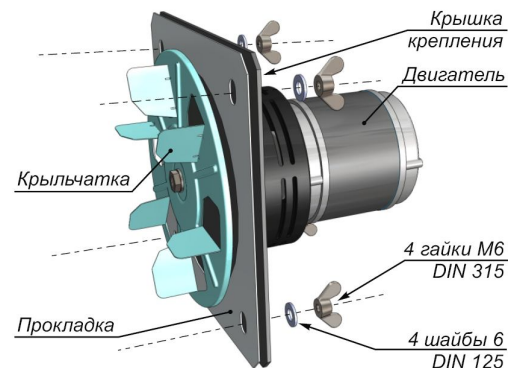

Рис.3 Установка дымососа.
Компоненты узла дымососа, каждому котлу отдельно, крепятся в специально для этого намеченных местах (*подробнее см. Технический паспорт конкретного котла, а также рис. 3 и 4*):
2. Вставить узел дымососа (крыльчаткой вовнутрь) (см. рис. 3).